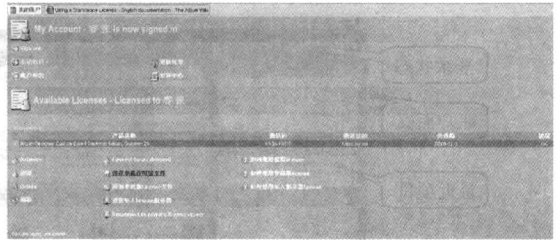

图 1-12 使用有效许可激活 Altium Designer Summer 09
3) 根据系统提示，单击“Activate”选项，此时红色提示消失，用户获得有效许可，软件被激活，如图 1-12 所示。